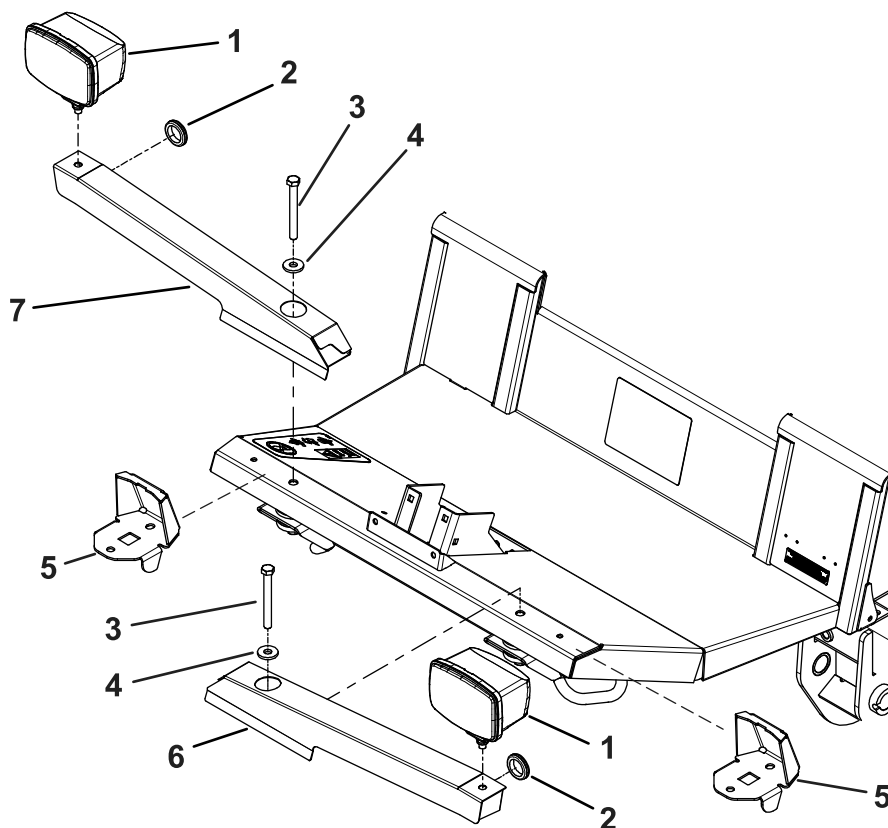

Figura 6
3. Rimuovete le staffe dai fari e scartate le staffe (Figura 6).
4. Utilizzando i dispositivi di fissaggio che avete rimosso, montate le staffe dei fari sinistro e destro nei fori esistenti nella parte anteriore della piattaforma dell'operatore (Figura 6).
5. Utilizzando i dispositivi di fissaggio esistenti del gruppo fari, montate i fari sulle staffe delle luci sinistra e destra (Figura 6).
6. Montate i gommini sui supporti delle luci (Figura 6).